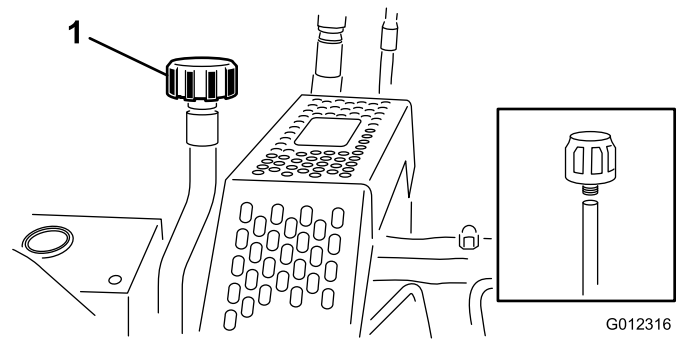

図 45
2. ブリーザの周囲をきれいに拭き、レンチを使って取り外す（図 45）。